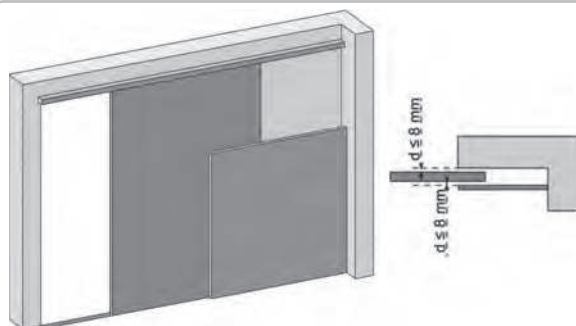
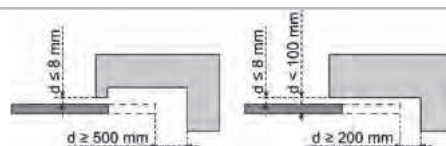

Abbildung 1 - Mechanischer Schutz
Abbildung 2 - Sicherheitsabstand
Schutz durch eine mechanische Vorrichtung (siehe Abbildung 1) oder durch Sicherheitsabstände (siehe Abbildung 2)
2.1 Lieferumfang - Abb. 1
2.2 Anwendungsbereich - Abb. 2
Torart (Abb. 2)
Torgroße (Abb. 2)